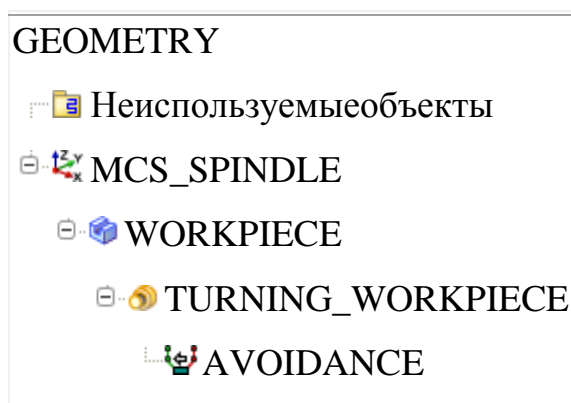

Рисунок 2 Группы
8. Нажмите на значок «+», чтобы раскрыть группы (рисунок 2).